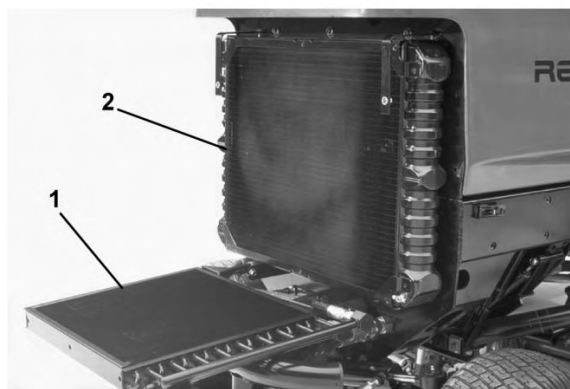

図 61
3. オイル・クーラのノブをゆるめてクーラを後ろに傾ける（図 61）。オイル・クーラとラジエターの裏表を圧縮空気で丁寧に清掃する。水を使用しないこと。フードを明け、機体後部に向けてゴミを吹き飛ばす。清掃が終了したらオイル・クーラを元に戻しノブを締める。